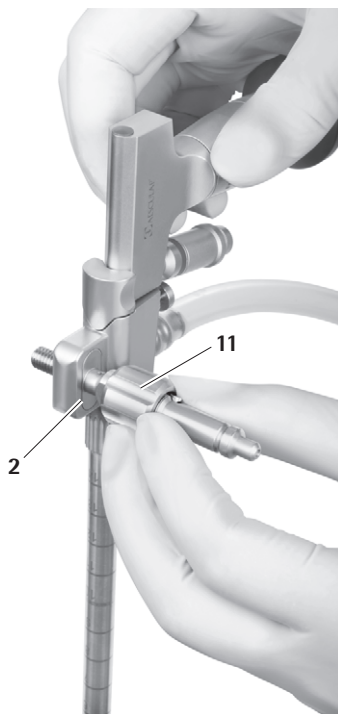

Fig. 18
- ▶ Introduceți în orificiu adaptorul pentru brațul de susținere 11 pe fiecare parte laterală (dreapta/stânga), nu contează ordinea, până când flanșa se înclichetează în canelura prevăzută 2, care este utilizată pentru fixarea brațului de susținere, vezi Fig. 18.